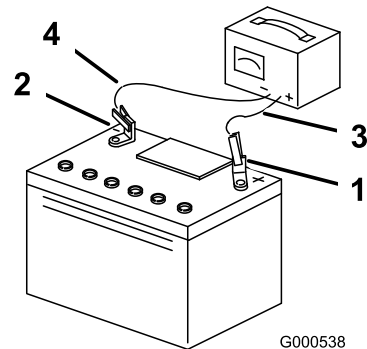

Figure 53
5. Quand la batterie est chargée au maximum, débranchez le chargeur de la prise, et débranchez les fils du chargeur des bornes de la batterie (Figure 53).